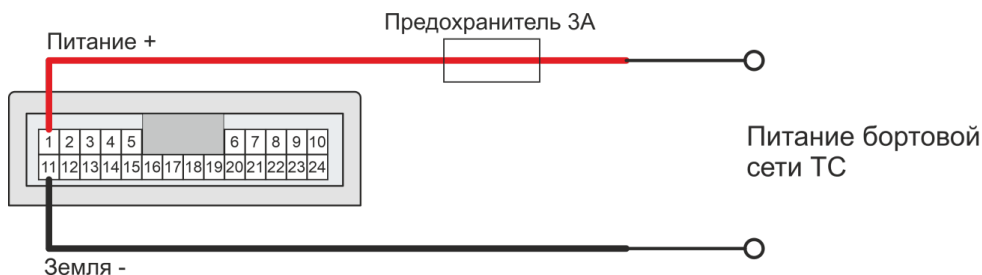

Рис. 3.3. Подключение электропитания к терминалу
2. Подключите питание с напряжением от 9 до 36 В (Рис. 3.3.). После подключения питания должен загореться красный индикатор.